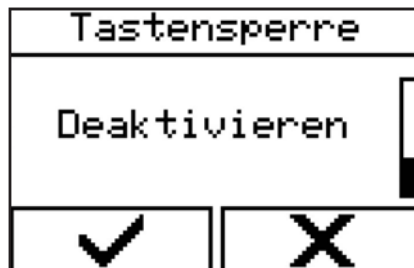

Abbildung 54 - Tastensperre deaktivieren
5. Menüpunkt „Deaktivieren“ (Abbildung 54) auswählen.